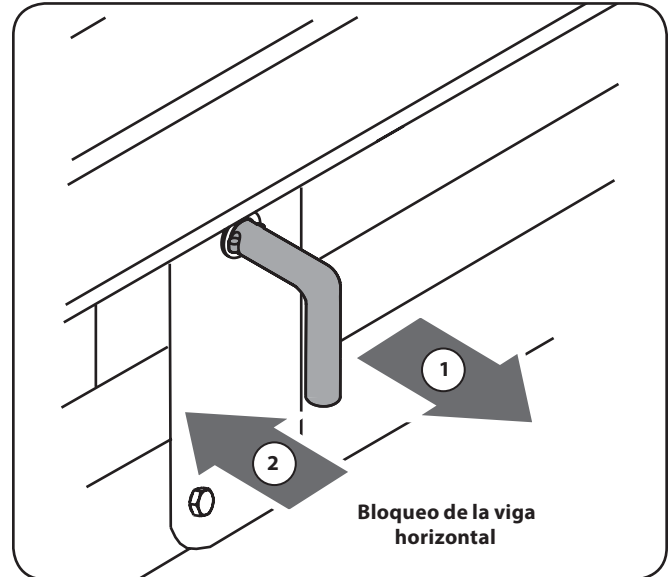

Figura 5-3
- b. El bloqueo de la vigueta horizontal se traba automáticamente. El bloqueo a resorte encaja a presión en su lugar cuando la vigueta se baja a esta posición. Vea la Figura 5-3.